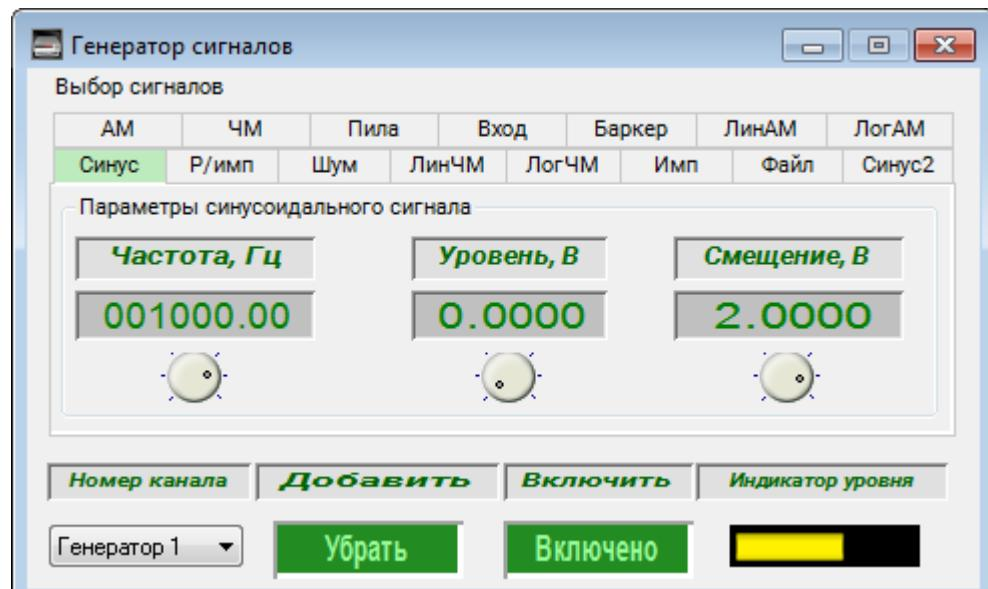

Рис. A.4 Программа «Генератор сигналов»
4. Запитать подключенный к тензостанции датчик, для этого следует запустить программу «Генератор сигналов» из меню «Тензометрия» панели управления ZETLAB. В открывшемся окне программы «Генератор сигналов» перейти на вкладку «Синус», где установить следующие параметры питания датчика: «Частота» – 1000 Гц, «Уровень» – 0 В, «Смещение» – 2 В. После чего в окне программы «Генератор сигналов» нажать кнопки «Добавить» и «Включить» (Рис. A.4).